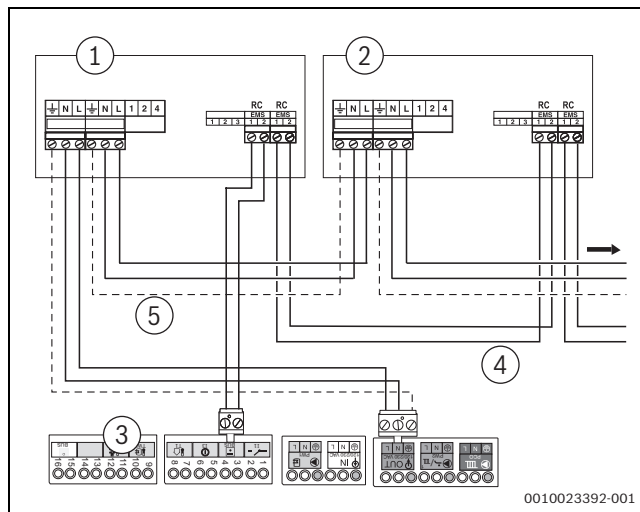

Bild 50 Anschluss mehrerer Funktionsmodule
- EMS-Busanschluss des ersten Moduls für das zweite Modul verwenden. Hierzu das mit dem Modul mitgelieferte Kabel verwenden (→ Bild 50, [4]).